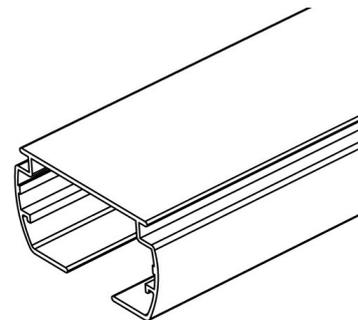

Abb. 1: Schiene
1. Nehmen Sie die Schiene (Abb. 1), Lamellen und Zubehör aus der Verpackung.